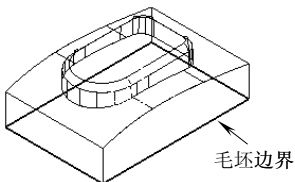

图 3-8 创建的边界
2) 单击“毛坯边界”对话框中的“接受”按钮即可完成边界创建。在“查看”工具栏上单击“普通阴影”按钮和“毛坯”按钮，隐藏毛坯后边界结果如图 3-8 所示。